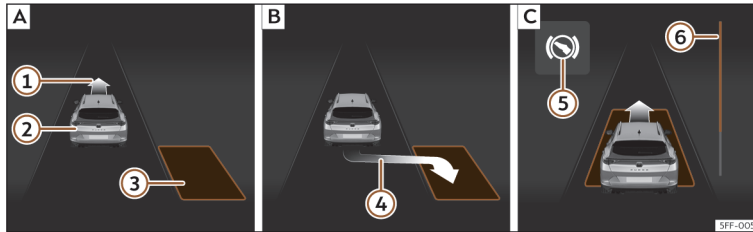
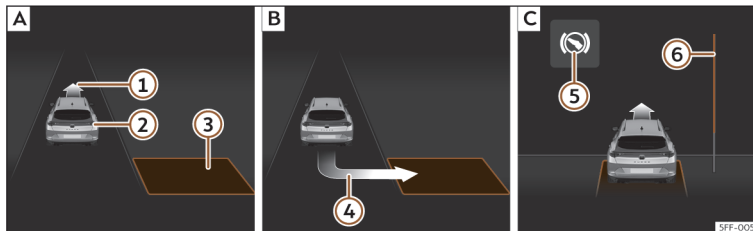

Fig. 192 Pe afișajul panoului de instrumente: parcare laterală. **[A]** Identificarea unui loc de parcare. **[B]** Poziția de parcare. **[C]** Manevrarea.
Fig. 193 Pe afișajul panoului de instrumente: parcare în unghi. **[A]** Identificarea unui loc de parcare. **[B]** Poziția de parcare. **[C]** Manevrarea.
- Priviți la afișajul panoului de instrumente, pentru a vedea dacă a fost detectat un loc de parcare „corespunzător” și dacă automobilul a ajuns în poziția corespunzătoare pentru parcare»» fig. 192 [B] sau»» fig. 193 [B]. Locul este considerat „corespunzător” dacă pe afișajul panoului de instrumente apare mesajul pentru parcare [4].
- Mergeți în marșarier până când se activează semnalul continuu ParkPilot; **SAU:** mergeți în marșarier până când pe afișajul panoului de instrumente apare indicația de deplasare înainte»» fig. 192 [C] sau»» fig. 193 [C]; **SAU:** mergeți în marșarier până când pe afișajul panoului de instrumente apare mesajul **Park Assist finished** (asistență la parcare finalizată). Bara de progres [6] indică distanța care trebuie parcursă»» pagina 292.
- Mergeți înainte până când se activează semnalul continuu ParkPilot; **SAU:** mergeți înainte până când pe afișajul panoului de instrumente apare indicația de deplasare înapoi. Sistemul de asistență la parcare direcționează automobilul înainte și înapoi, până acesta se centrează pe locul de parcare »» fig. 192 [C] sau»» fig. 193 [C].
Bara de progres»» fig. 192 [6] și»» fig. 193 [6] de pe ecranul panoului de instrumente afișează distanța relativă ce trebuie acoperită. Cu cât distanța este mai mare, cu atât bara de progres este mai plină. La deplasarea înainte, conținutul barei de progres scade în sus, iar la deplasarea în marșarier, acesta scade în jos.